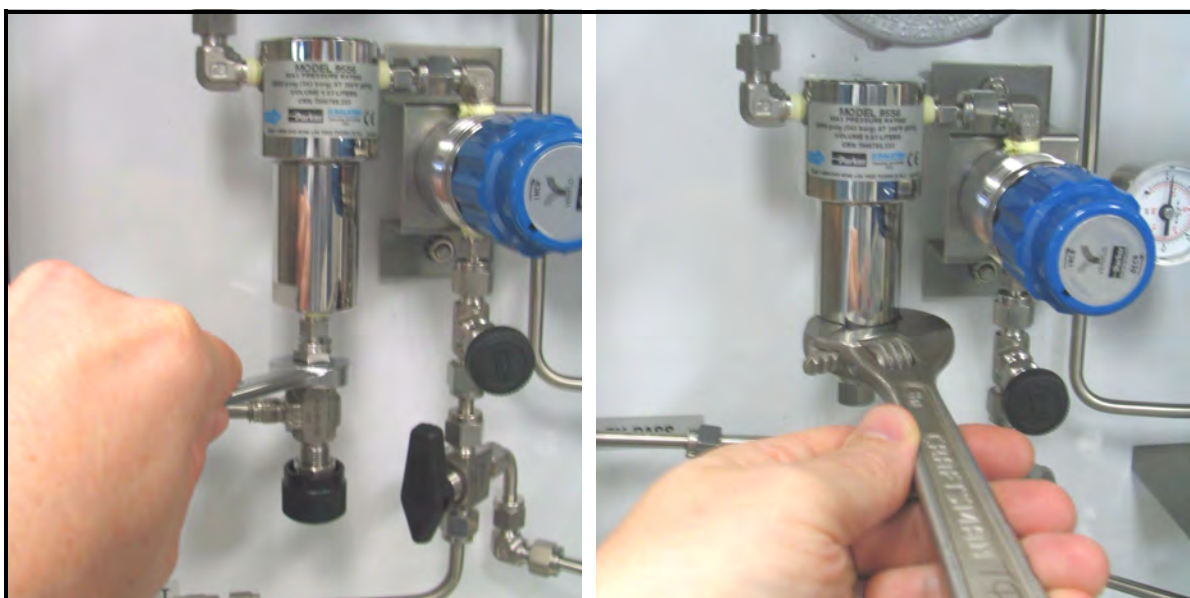

Figura 82: Rimozione della sezione inferiore del gruppo filtro/fusore
4. Rimuovere la sezione inferiore del gruppo filtro/fusore con una chiave regolabile (vedere la Figura 82).